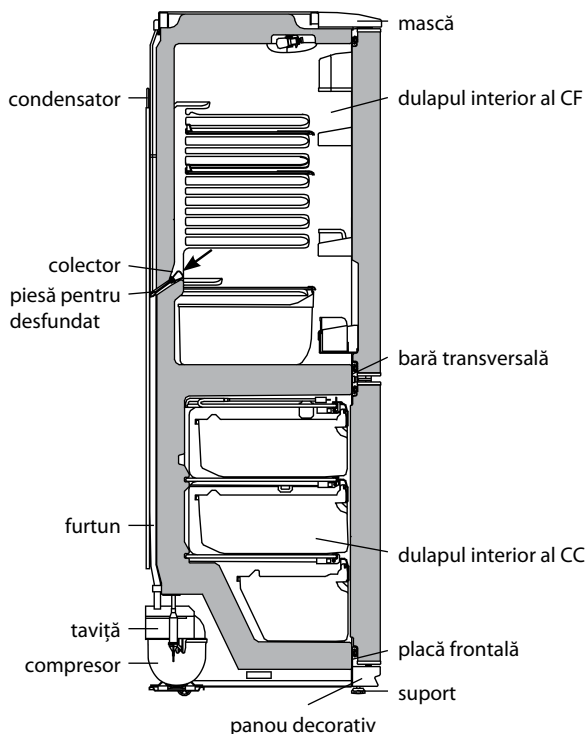

Figura 5 — Schema scurgerii apei rezultate în urma topirii din CF
3.5.1 În CF se folosește un sistem automat de dezghețare. Bruma, care apare pe perețele din spate a CF, după deconectarea compresorului care lucrează în ciclu, se topește și se transformă în picături de apă. Picăturile de apă rezultată în urma topirii se scurg în colector, apoi prin gaura acestuia și prin furtun - în tavița de pe compresor, în conformitate cu figura 5 și se evaporă. Gaura colectorului este dotată cu o piesă pentru prevenirea înfundării sistemului de drenaj.
Prezența apei în colector indică înfundarea sistemului de drenaj. Pentru eliminarea înfundării folosiți piesa corespunzătoare și curățați gaura colectorului, astfel ca apa să se scurgă liber în taviță, apoi spălați piesa și instalați-o în conformitate cu figura 5.
SE INTERZICE să utilizați frigiderul cu sistemul de scurgere înfundat. Apa care a apărut la baza CF sau care a ajuns în locul de alăturare a barei transversale și a dulapului interior al CF, în conformitate cu figura 5, poate provoca coroziunea dulapului exterior al frigiderului și elementelor agregatului frigorific, defectarea izolației termice, formarea crăpăturilor dulapului interior și defecțiunea frigiderului.
SE INTERZICE dezghețarea CC fără utilizarea elementului pentru drenare. Apa rezultată în urma topirii care se scurge din cameră afară de elementul pentru drenare, pătrunzând în locul de alăturare a plăcii frontale la dulapul interior în conformitate cu figura 5, poate provoca coroziunea dulapului exterior al congelatorului și a elementelor agregatului frigorific, defectarea izolației termice, formarea crăpăturilor dulapului interior și defectarea dulapului frigiderului.